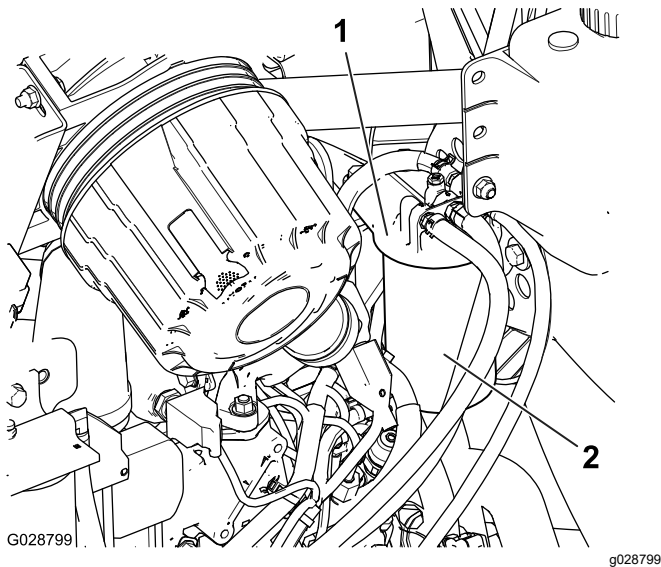

Bild 45
1. Reinigen Sie den Bereich um den Kraftstofffilterkopf (Bild 45).
2. Entfernen Sie den Filter und reinigen die Kontaktfläche (Bild 45).